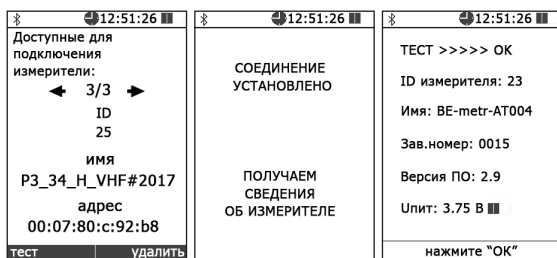

Рисунок 8
6.4.5. Нажать кнопку **OK**. На экране блока НТМ-Терминал будут отображаться названия приборов, которые могут использоваться с ним. С помощью кнопок **◀** и **▶** необходимо выбрать нужный Измеритель (по имени и заводскому номеру) и нажать левую контекстную кнопку «тест» (рис. 8). При этом будет осуществлено соединение блока НТМ-Терминал с Измерителем и запущена процедура тестирования. (Как найти и добавить новый измеритель описано в приложении Г, "Список подключений").